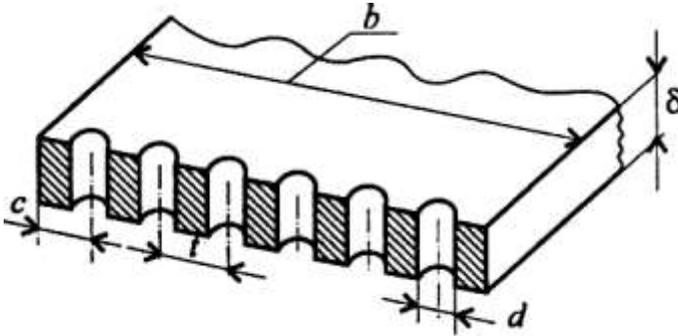

Рис. 24.2
3. Проверим прочность листов на растяжение. Проверяем тонкий лист. Отверстия под заклепки ослабляют сечение, рассчитываем площадь листа в месте, ослабленном отверстиями (рис. 24.2):